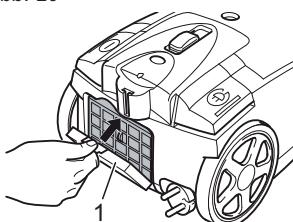

Abb. 30
- Setzen Sie abschließend die Hygiene-Ausblasfilter-Abdeckung (Abb. 30/1) wieder auf. Haken Sie diese zuerst unten ein und drücken Sie sie dann oben nach vorn, bis sie hör- und spürbar einrastet.